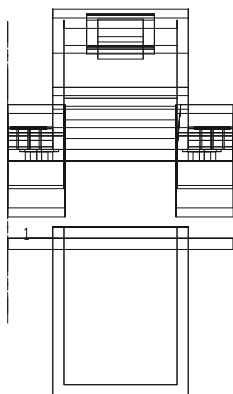
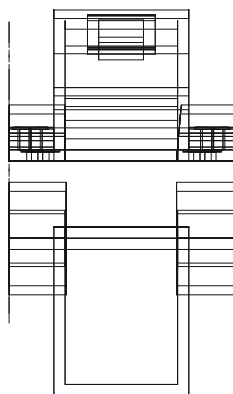

图 12-2-5
图 12-2-6
STEP 05 转到左视图，把四个圆柱镜像到箱盖的另一边，得到箱盖的另一边的凸台，如图 12-2-5 所示。
STEP 06 把圆柱体往下移动到箱体中相应位置，如图 12-2-5 中 1 位置，效果如图 12-2-6 所示。